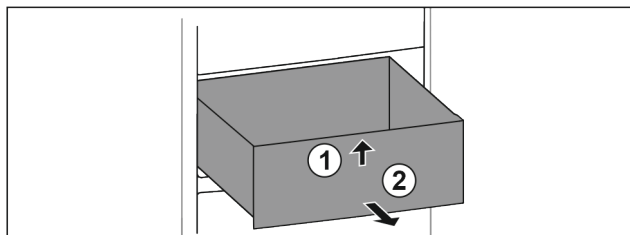

Fig. 120
- ▶ Приподнимите выдвижной ящик спереди. Fig. 120 (1)
- ▶ Извлеките выдвижной ящик движением вперед. Fig. 120 (2)